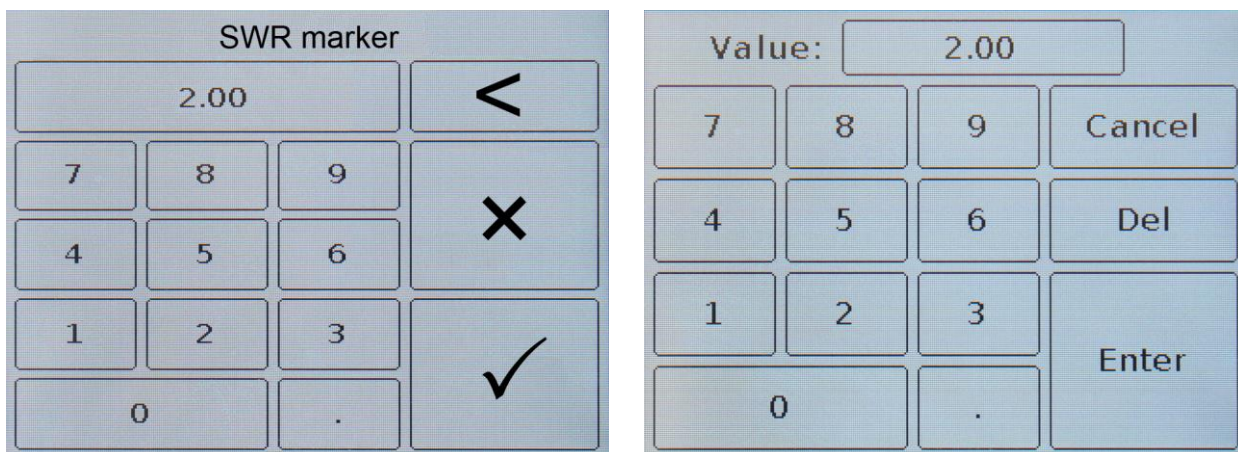

Рисунок 9.21 – Ввод числового значения отображаемой пороговой линии KCB в приборах ARINST VR 1-6200 и ARINST VR 23-6200
9.8.4. Чтобы изменить значение отображения уровня пороговой линии КСВ, нажмите на числовое значение **Value**, и в появившемся подменю (Рисунок 9.21) введите числовое значение в диапазоне от 1,01 до 9,00.